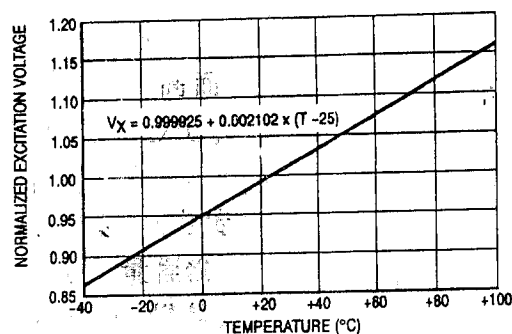
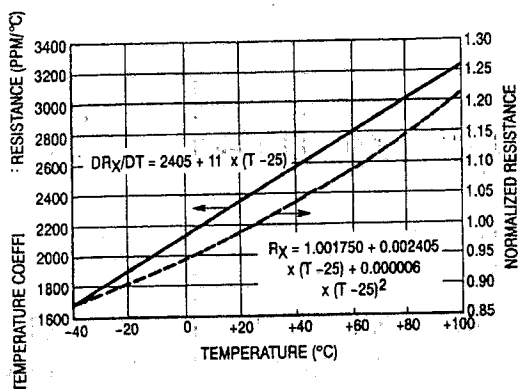

图 2-2 归一化的激励电压与温度的关系
图 2-3 归一化电阻和电阻温度系数与温度的关系
由于在任意固定压力下，X-ducer 压力传感器的输出电压与所加的激励电压成比例，故最常用的满量程输出补偿方法就是随温度的升高而增大励电压。用这种方法恰好能补偿因温度升高而导致输出电压降低的问题。图 2-2 所示为 MPX100D 压力传感器在 $-40 \sim +100^{\circ}\text{C}$ 温度范围满量程输出所需温度补偿的典型激励电压实测曲线，可见其线性度是相当好的。因此，由图可知，用升高激励电压从而补偿满量程输出使其温度系数为 $+2102\text{ppm}/^{\circ}\text{C}$ 。对于大多数用户来说，其关心的并不是传感器的精度能达到小数点后的多少位，而是所使用的传感器所补指定的温度系数的应用范围有多宽。
利用应变材料自身的热敏电阻特性。图 2-3 所示为 $-40 \sim +100^{\circ}\text{C}$ 用于图 2-2 中传感输入电阻的变化情况。由图中可见： $R_x = 1.001750 + 0.002405 \times (T - 25) + 0.000006 \times (T - 25)^2$ ，即传感器输入电阻的温度系数 (TCR) 随温度的升高而增大，电阻温度系数 (TCR) 在 25°C 为 $2405\text{ppm}/^{\circ}\text{C}$ ，这与 TCR 规定的典型值 $0.24\%/^{\circ}\text{C}$ 相符。
为了理解 X-ducer 压力传感器器件中电阻的温度变化如何用于器件满量程输出的温度补偿，我们可以考虑这样一种假设，前提是：①输入电阻与温度成线性关系；② TCR(输入电阻的温度系数) 等于 $2102\text{ppm}/^{\circ}\text{C}$ 。在这种特定的条件下，若用一恒流源为激励，那么在应变材料上出现的激励电压 V_x 将恰好与图 2-2 中给出的满量程输出补偿电压相符。这种满量程输出温度补
对于理想的满量输出温度补偿来说,激励电压 $V_x(T)$ 必须满足图 2-2 中所示的 V_x-T 曲线关系,因此,激励电压的形式须为